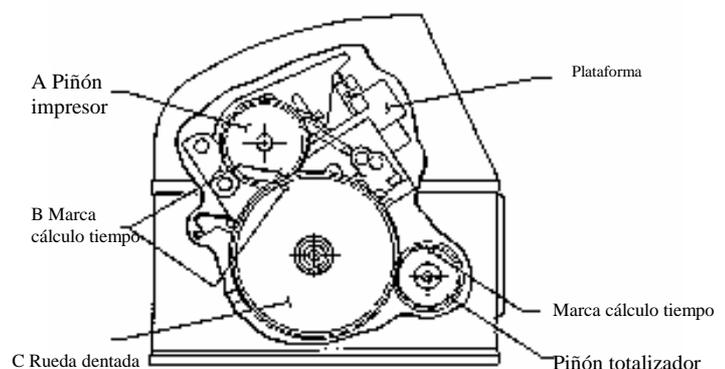

Figura 6. Montaje del impresor sobre el totalizador
3. Girar el piñón ancho (B) de manera que se alineen las marcas de cálculo de tiempo y el piñón del impresor (A). Ver Figura 6. Será necesario mantener el piñón en posición hasta que el impresor esté montado y se coloquen la rueda dentada y de impresión.
5. Comprobar la posición de las marcas de cálculo de tiempo en el piñón del impresor (A), el piñón (B) y el piñón del totalizador (C). Deben estar colocados como se indica en la figura 6.